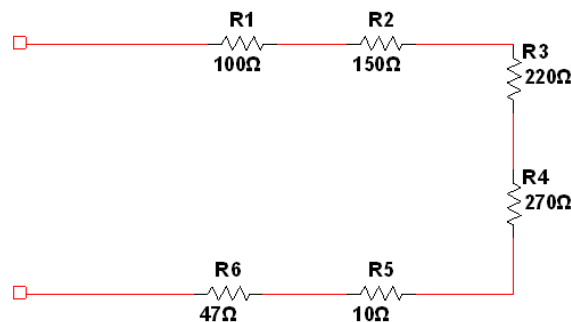

Figura 1.4. Circuito en serie.
1. Implementa el circuito de la *figura 1.4* en el protoboard.